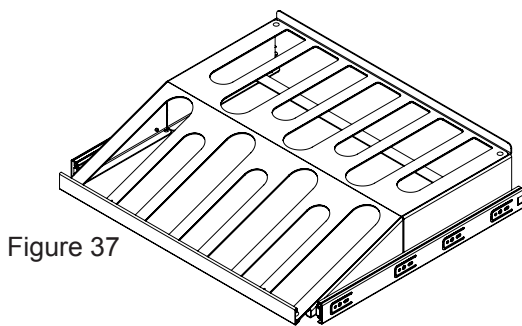

Figure 37
- (1) étagère-présentoir pour 7 bouteilles avec tapis atténuateur de vibrations (Voyez la figure 37).